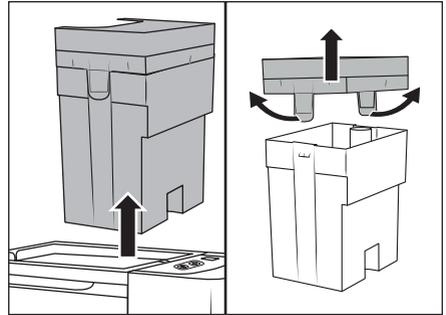

Fig. 7
**ⓘ Remarque :** videz le réservoir d'eau sale ⑦  lorsque l'eau sale a atteint le repère MAX. En vidant le réservoir d'eau sale ⑦ , veillez à ce que l'écoulement (p. ex., d'un lavabo) ne soit pas obstrué par des poils ou de grosses impuretés.
◆ Saisissez le réservoir d'eau sale ⑦ au niveau de la poignée du couvercle ③ et sortez-le de l'appareil en tirant vers le haut (voir fig. 7).
◆ Tirez légèrement les deux languettes de retenue vers l'extérieur et retirez le couvercle ③ (voir fig. 7).